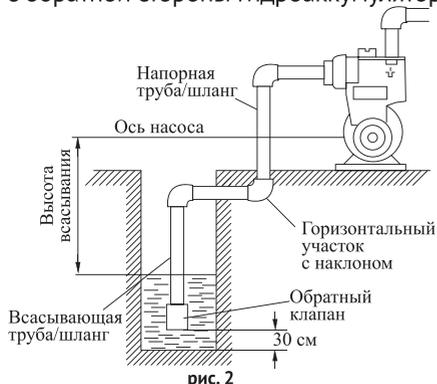

рис. 2
6.2 Устанавливайте станцию как можно ближе к колодцу, однако, если по каким-либо причинам это невозможно выполнить, помните, что максимальная длина горизонтального участка всасывающего трубопровода ограничена в соответствии с высотой всасывания (рис. 2). При определении высоты всасывания следует учитывать падение уровня воды в колодце в засушливый период.
6.7. Всасывающую трубу/шланг (рис. 2) подсоедините к входному отверстию, расположите под углом к входному отверстию, погрузите всасывающую трубу/шланг в воду на глубину не менее 2 м (расстояние до дна должно быть не менее 0,3 м).
Внимание! Для оптимального функционирования насосной станции необходимо всасывающую трубу/шланг оснащать обратным клапаном (рис. 2) (обратный клапан в комплект поставки не входит).
6.8. Присоедините напорную трубу/шланг (рис. 2) к выходному отверстию.